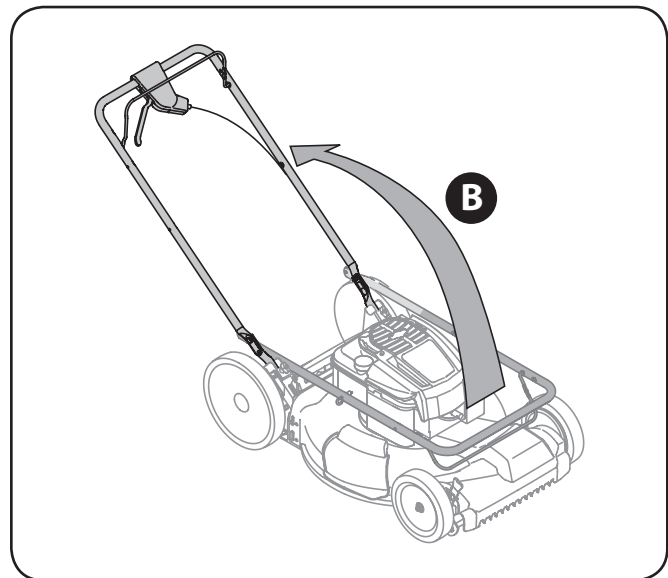

Figure 3-2
- b. Si bien la estabilización de cortacésped por lo que no se mueve, pivote esa superior como se muestra en Figure 3-2. No engarzado cable mientras levanta la palanca hacia arriba.